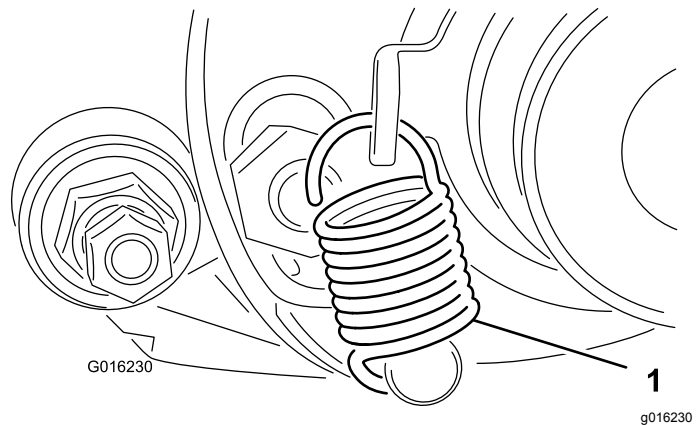

Figura 16
- Ruotate la puleggia tendicinghia sinché non è possibile agganciare la molla della leva del cambio nel foro della staffa della puleggia e sul prigioniero come mostrato in Figura 16.